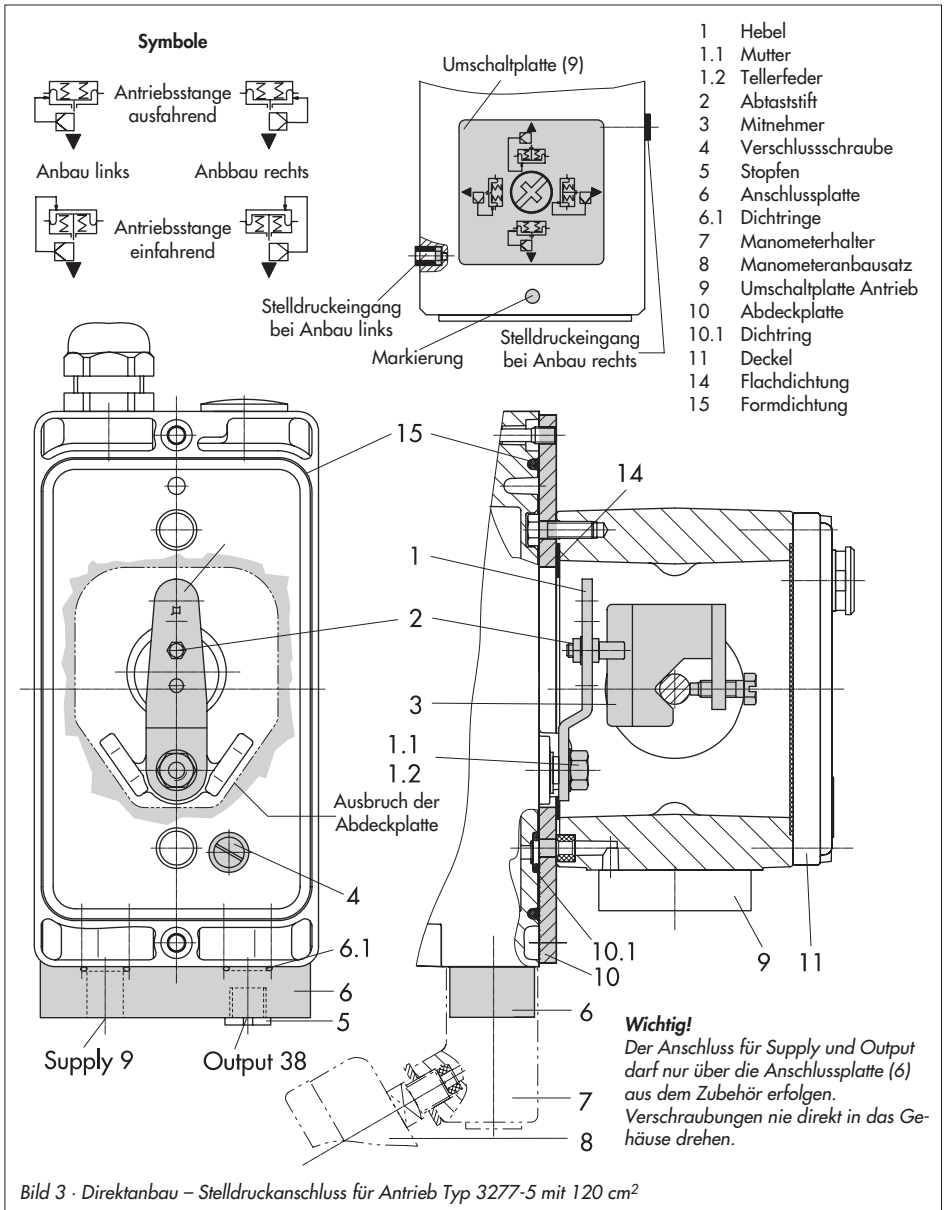

Bild 3 · Direktanbau – Stelldruckanschluss für Antrieb Typ 3277-5 mit 120 cm²
1. Anschlussplatte (6) oder Manometerhalter (7) mit Manometern am Stellungsregler montieren, auf richtigen Sitz der beiden Dichtringe (6.1) achten.
2. Verschlusschraube (4) auf der Stellungsreglerrückseite entfernen und den Stelldruckausgang „Output 38“ an der Anschlussplatte (6) bzw. am Manometerhalter (7) mit dem Stopfen (5) aus dem Zubehör verschließen.
3. Mitnehmer (3) an die Antriebsstange setzen, ausrichten und so festschrauben, dass die Befestigungsschraube in der Nut der Antriebsstange sitzt.
4. Abdeckplatte (10) mit schmaler Seite des Ausbruchs (Bild 3 links) in Richtung zum Stelldruckanschluss befestigen, die aufgeklebte Flachdichtung (14) muss zum Antriebsjoch zeigen.
5. **Hub 15 mm:** Am Hebel **M** (1) auf der Stellungsreglerrückseite verbleibt der Abtaststift (2) auf Stiftposition **35** (Lieferzustand).